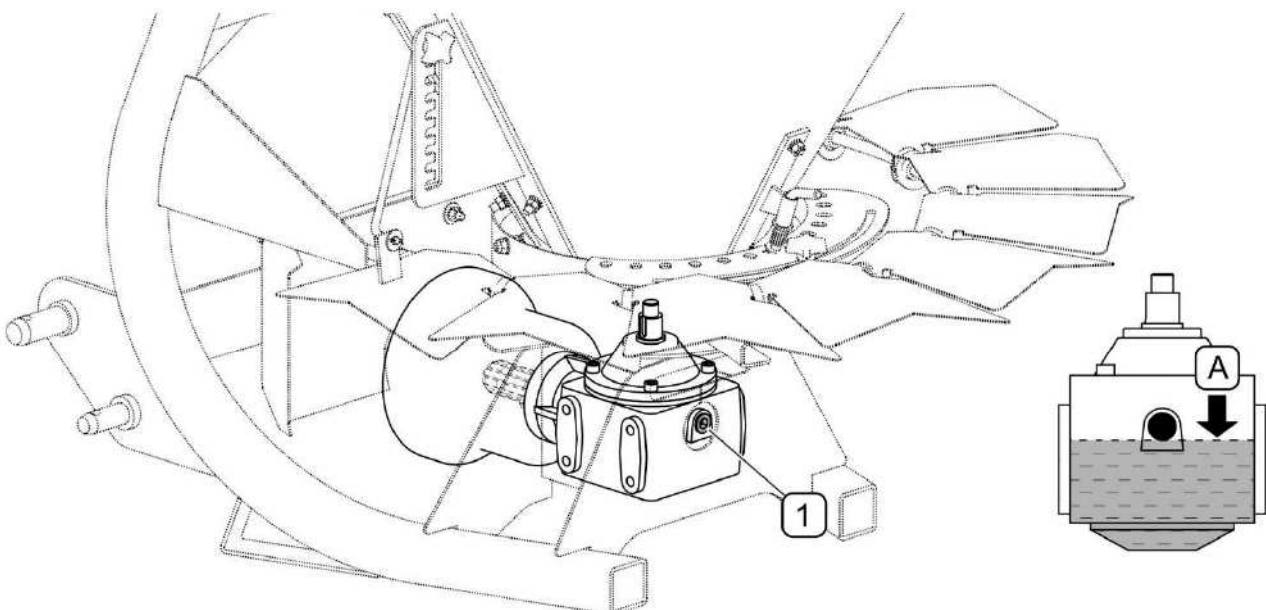

FIGURE 5.1 Contrôle du niveau et vidange d'huile dans le renvoi d'angle
- deviser le bouchon (1) (FIGURE 5.1),
- le niveau d'huile (A) doit atteindre le bord inférieur de l'ouverture du bouchon (1),
- si nécessaire, remplir d'huile au niveau requis (A),
- deviser le bouchon (1) (FIGURE 5.1)
- placer horizontalement la machine et compléter l'huile au niveau requis (A),
- resserrer le bouchon (1).